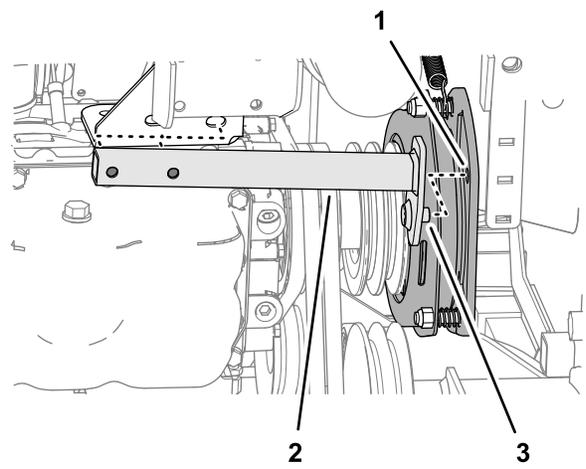

Figura 92
7. Spostate il tubo antirotazione indietro e rimuovetelo dalla macchina (Figura 92).
- Allineate il perno del tubo antirotazione con il foro nella piastra della frizione della PDF; fate riferimento alla Figura 92 in Rimozione delle cinghie della PDF (pagina 68).